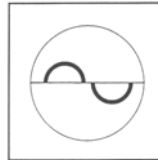

Abbildung 6.1
- Schauen Sie nun durch das Mikroskop der Spaltlampe. Wenn die zwei halbkreisförmigen Fluoreszeinbänder gleichmäßig pulsieren, steht das Applanationstonometer zunächst in der richtigen Messstellung (Abb. 6.1). Dabei können die Fluoreszeinbänder, abhängig vom intraokularen Druck, verschieden groß sein. Korrigieren Sie ggf. die Position des Applanationstonometers mit dem Joystick der Spaltlampe bis Sie die folgende Abbildung im Sichtfeld sehen: